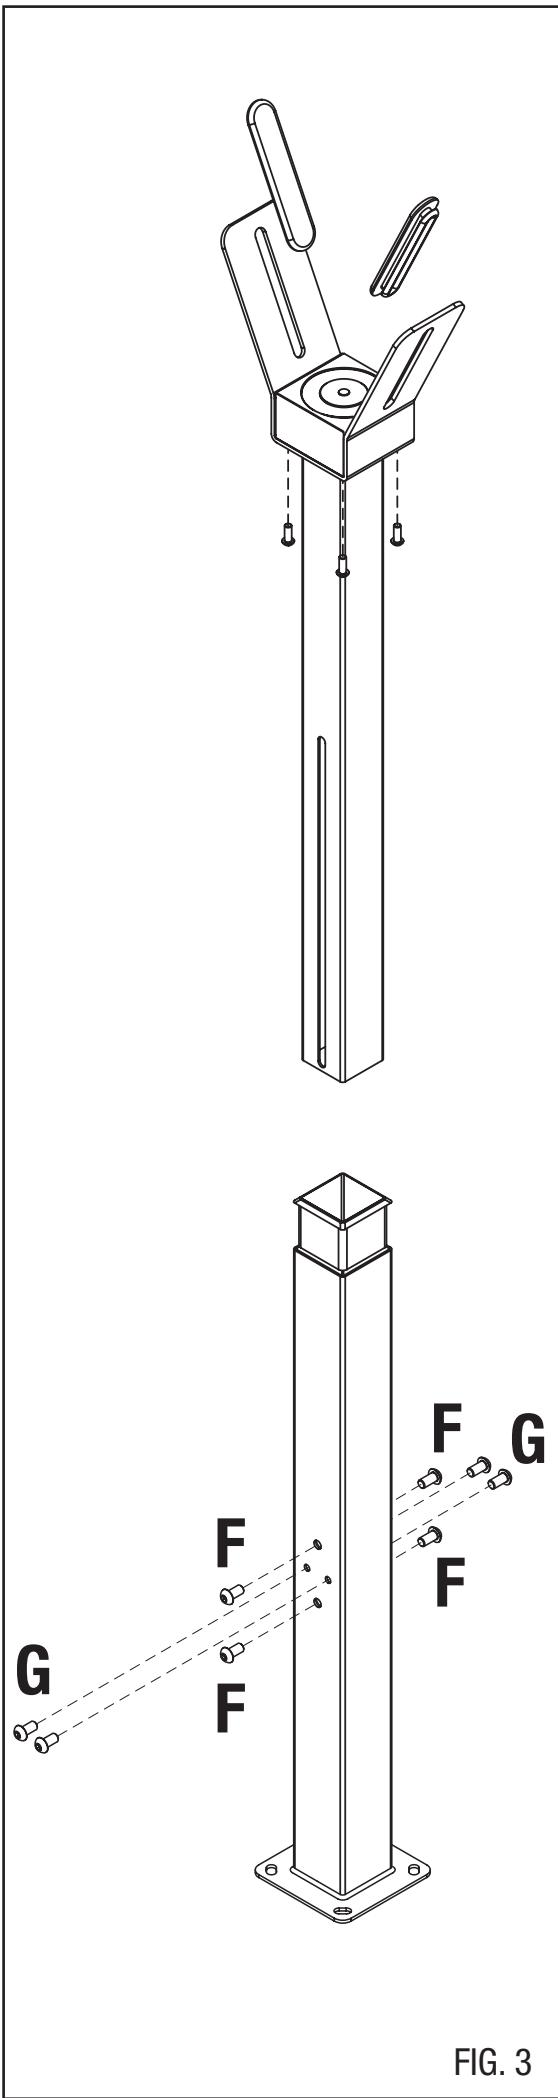

FIG. 3
- Forare e filettare con maschio M8. Fig. 3
- Percer et fileter au taraud M8. Fig. 3
- Bore and thread with a male M8 (fig.3).
- Taladrar y roscar con macho M8. Fig. 3
- Mit einem Gewindebohrer M8 Löcher bohren. Abb. 3.
- Perfur e enrosque com o macho M8. Fig. 3